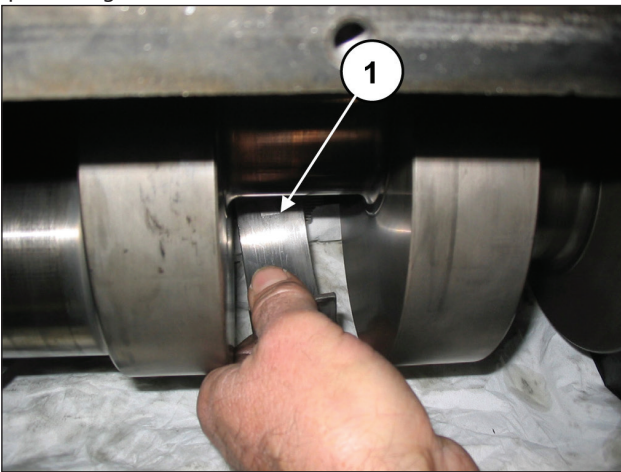

Fig. 28
Extraer los 3 semicojinetes superiores de las semibielas (pos. ①, Fig. 28).